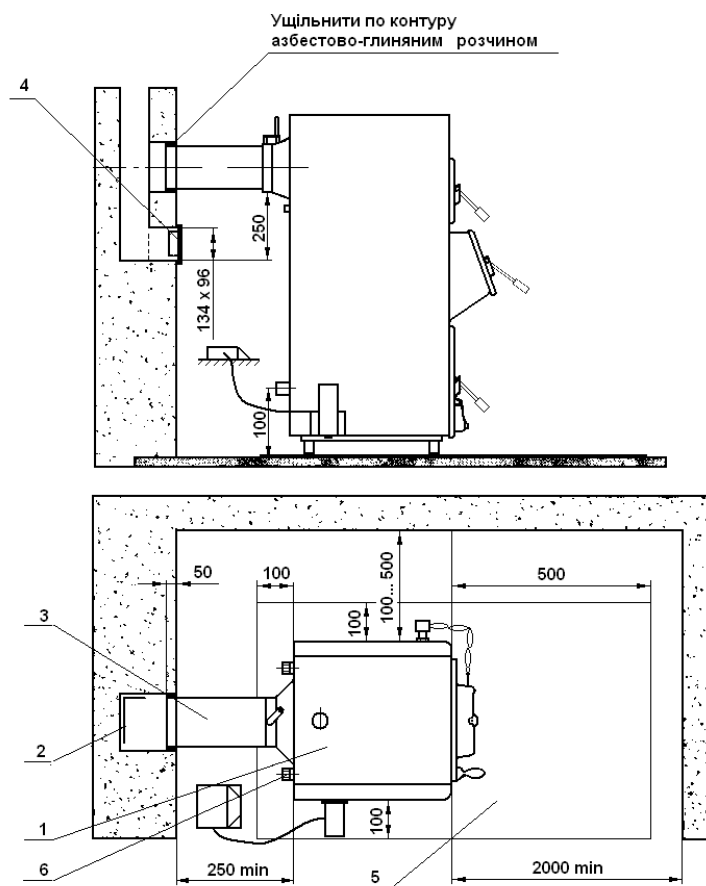

Рис. 2 Рекомендована схема установки аппарата і приєднання до димової труби.
- * рекомендовані розміри установки апарата згідно рис. 2.
1. Перед встановленням апарата на підлогу положити металевий лист згідно рис. 2.